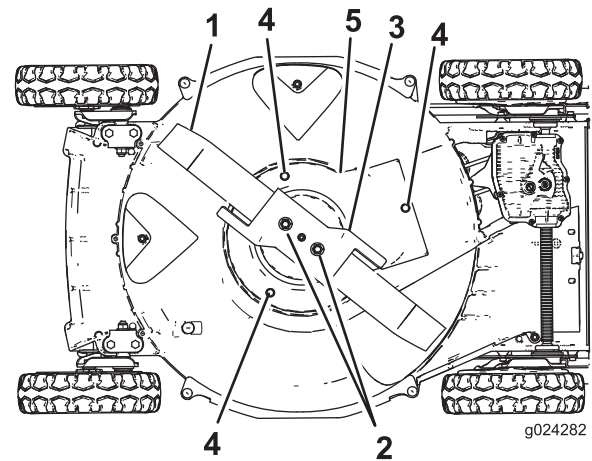

Figure 37
6. Retirez les 2 écrous de lame, l'accélérateur et la lame (Figure 37).
7. Retirez les vis qui fixent la protection du débrayage du frein de lame au carter du plateau de coupe (Figure 37).